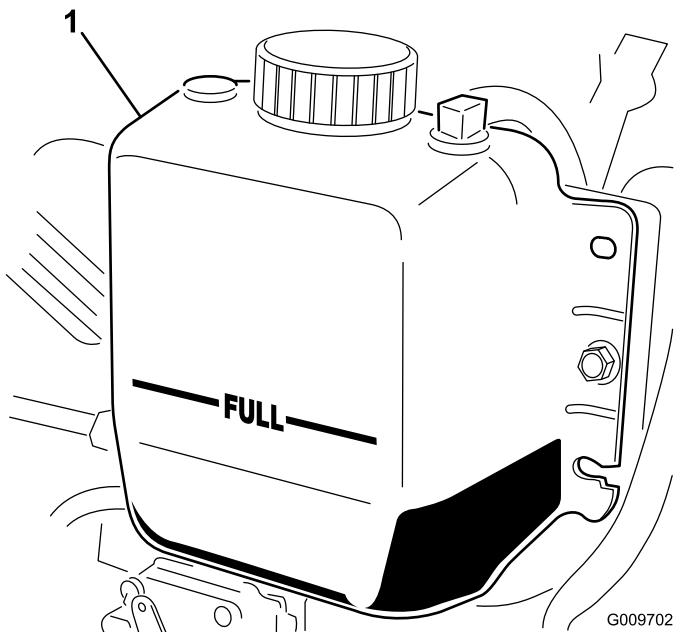

図 84
- ラジエター内部の液量を点検する。ラジエターは補給口の首の部分まで、補助タンクはFULLマークまであれば適正です図 84。